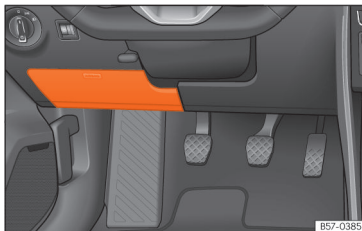

Fig. 201 Pe planșa de bord, pe partea șoferului: capacul cutiei de siguranțe.
- Deschiderea: pliați capacul >>> **fig. 201.**